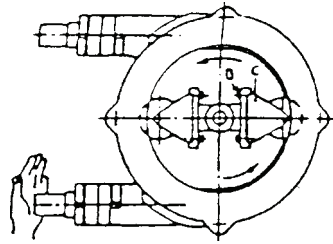

Fig. 3
3) Aggiungere gradualmente spessori da 0,5 mm. sotto la forcella C, fino a che, appoggiando il palmo della mano sulla bocca di aspirazione, il rullo C, comprimendo il tubo, produca il vuoto ( riscontrabile come effetto ventosa ) ( Fig. 3 ).
3) Gradually add 0,5 mm shims under the roller holder C until, by placing the palm of your hand on the suction branch, roller C creates a vacuum by pressing the hose (suction cup effect). (Fig. 3).